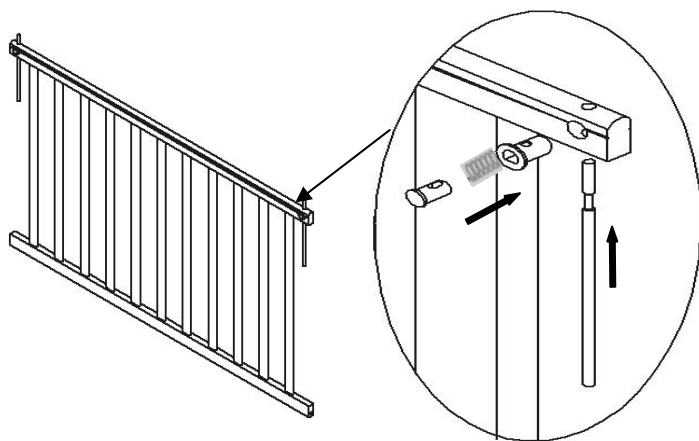

Рис.1
1. К спинкам (1,2) прикрутить держатели дна (33), используя винты М6х30(36).
2. Собрать спинки (1,2) с задним боковым ограждением(3) на конфирматы (17), при помощи ключа(31).
3. Установите дно(5) в нужное положение по высоте на винты М6х60 (20) и гайки-бочонки(29).
- Установить механизм «Кнопка»(39) в отверстия верхней планки переднего ограждения.Рис.1